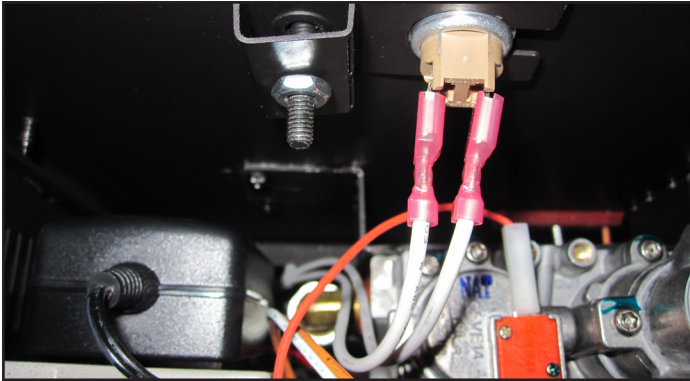

Figure 8.7 Fixer le support de disque d'arrêt
- Fixez le support du disque d'arrêt au montant placé sous le côté gauche du poêle au moyen de l'écrou 10-32 inclus dans le sachet de composants du poêle. Serrez pour fixer à l'aide de la clé de 3/8 po. Voir les figures 8.7 et 8.8.